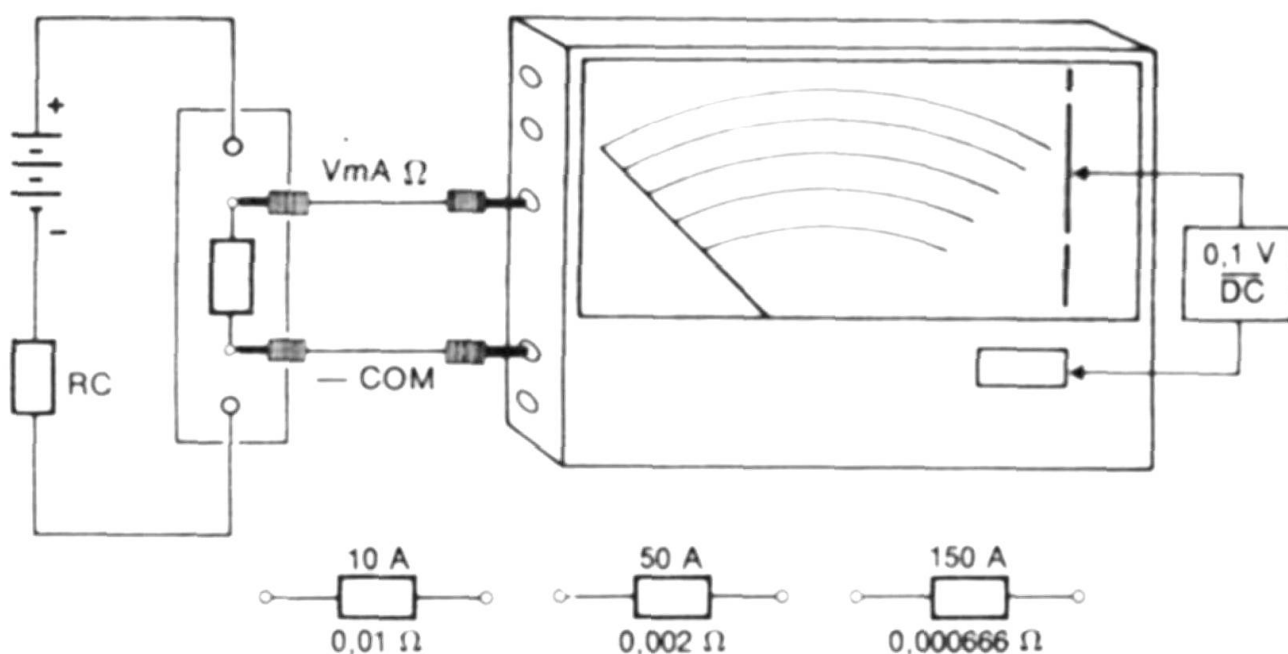

Fig. 6
- Effectuer le branchement conformément à la figure 6 en respectant la polarité indiquée.